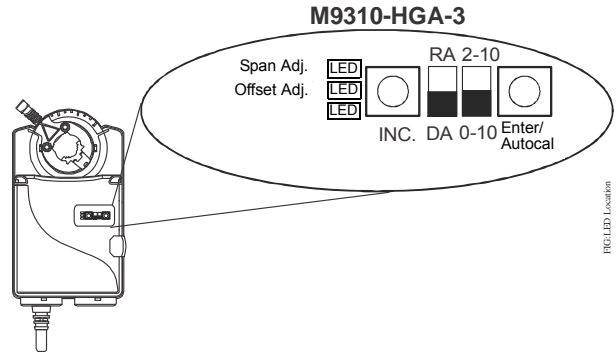

图 20: DIP 开关和 LED 设置
**重要：** 在浮动模式下使用 M9310-HGA-3 执行器时，验证 DIP 开关是否处于 2 至 10 VDC 选项位置。此设置确保与控制器的触发输出兼容，防止漏电。有关 DIP 开关设置，请参见图 20。
要完成自动校准过程，按 **Enter/Autocal** 直到三盏 LED 全亮。有关查看 DIP 开关和 LED，请参见图 20。
- 先设置 DIP 开关 1 和 2 再继续操作。有关 DIP 开关设置，请参见图 20。